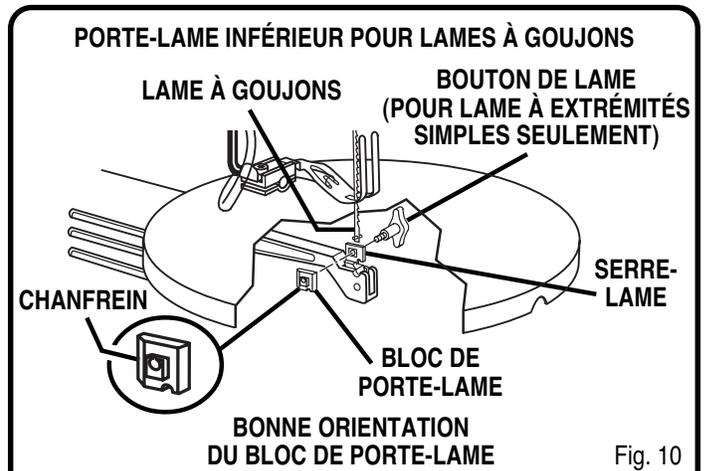

Fig. 10
Voir figures 10 et 11.
- Placez la lame dans l'ouverture de la table, les dents de celle-ci se dirigeant vers l'avant de la scie et vers la table. Placez le goujon de la lame dans l'entaille en "V" du portelame inférieur. Voir figure 10.